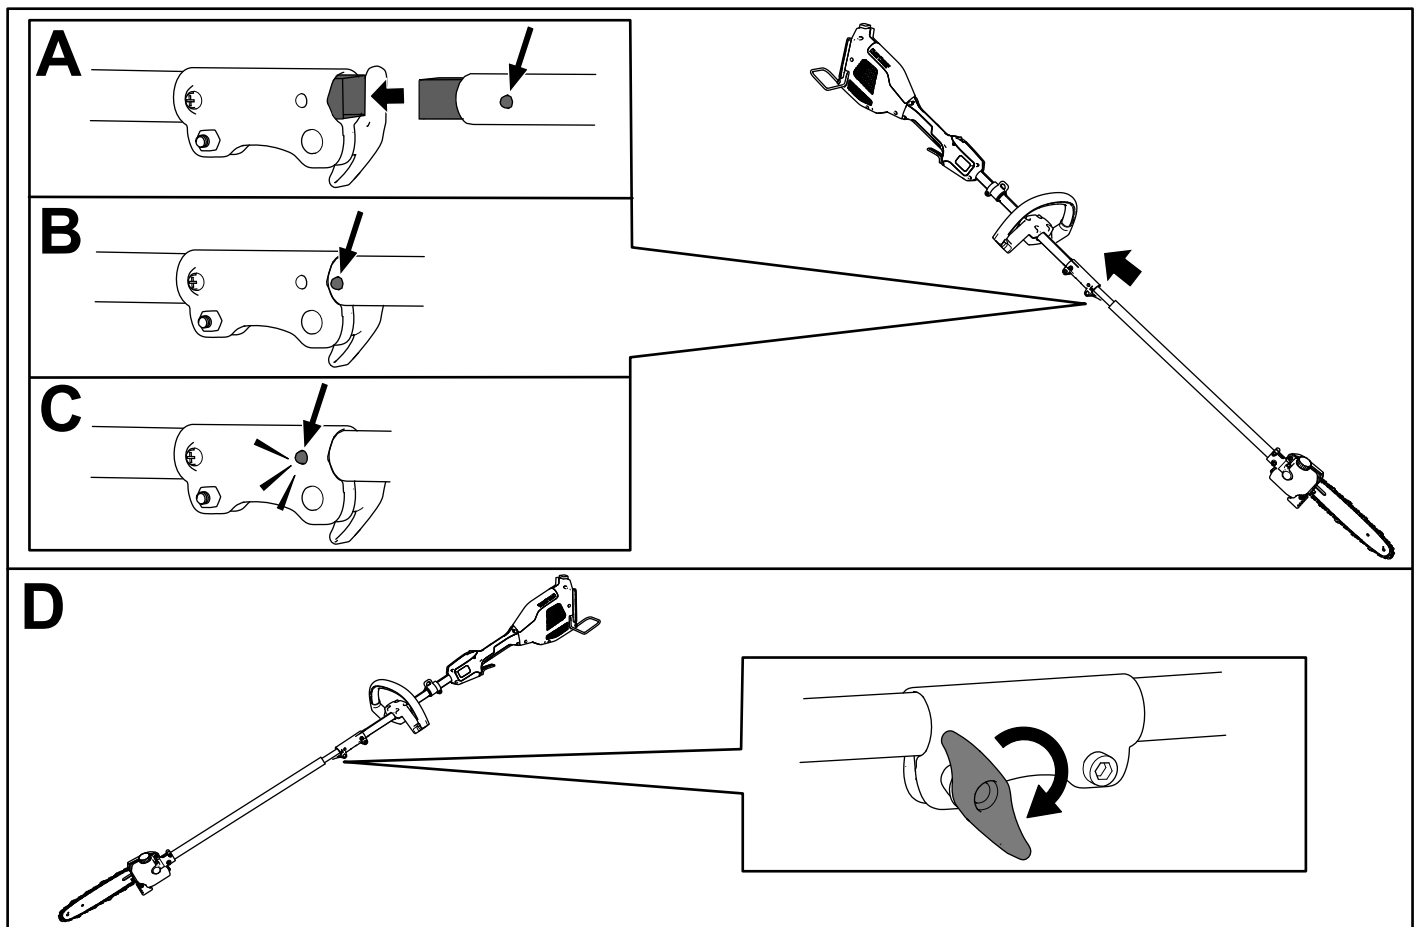

Figure 4
1. Insérez l'arbre carré de l'accessoire dans l'arbre carré de la tête motrice (A de Figure 4).
2. Placez le bouton de verrouillage situé sur la moitié inférieure du manche en face du trou situé sur la moitié supérieure, et emboîtez-les 2 moitiés ensemble (B et C de la Figure 4).
Remarque: Le bouton de verrouillage s'enclenche dans le trou quand les deux moitiés du manche sont correctement emboîtées (C de la Figure 4).
3. À l'aide de la poignée, serrez la vis sur le connecteur du manche jusqu'à ce qu'il soit bien fixé (D de la Figure 4).
2. Desserrez la poignée de vis sur le connecteur de l'arbre (Figure 4).
3. Appuyez sur le bouton de verrouillage tout en séparant les 2 arbres (Figure 4).